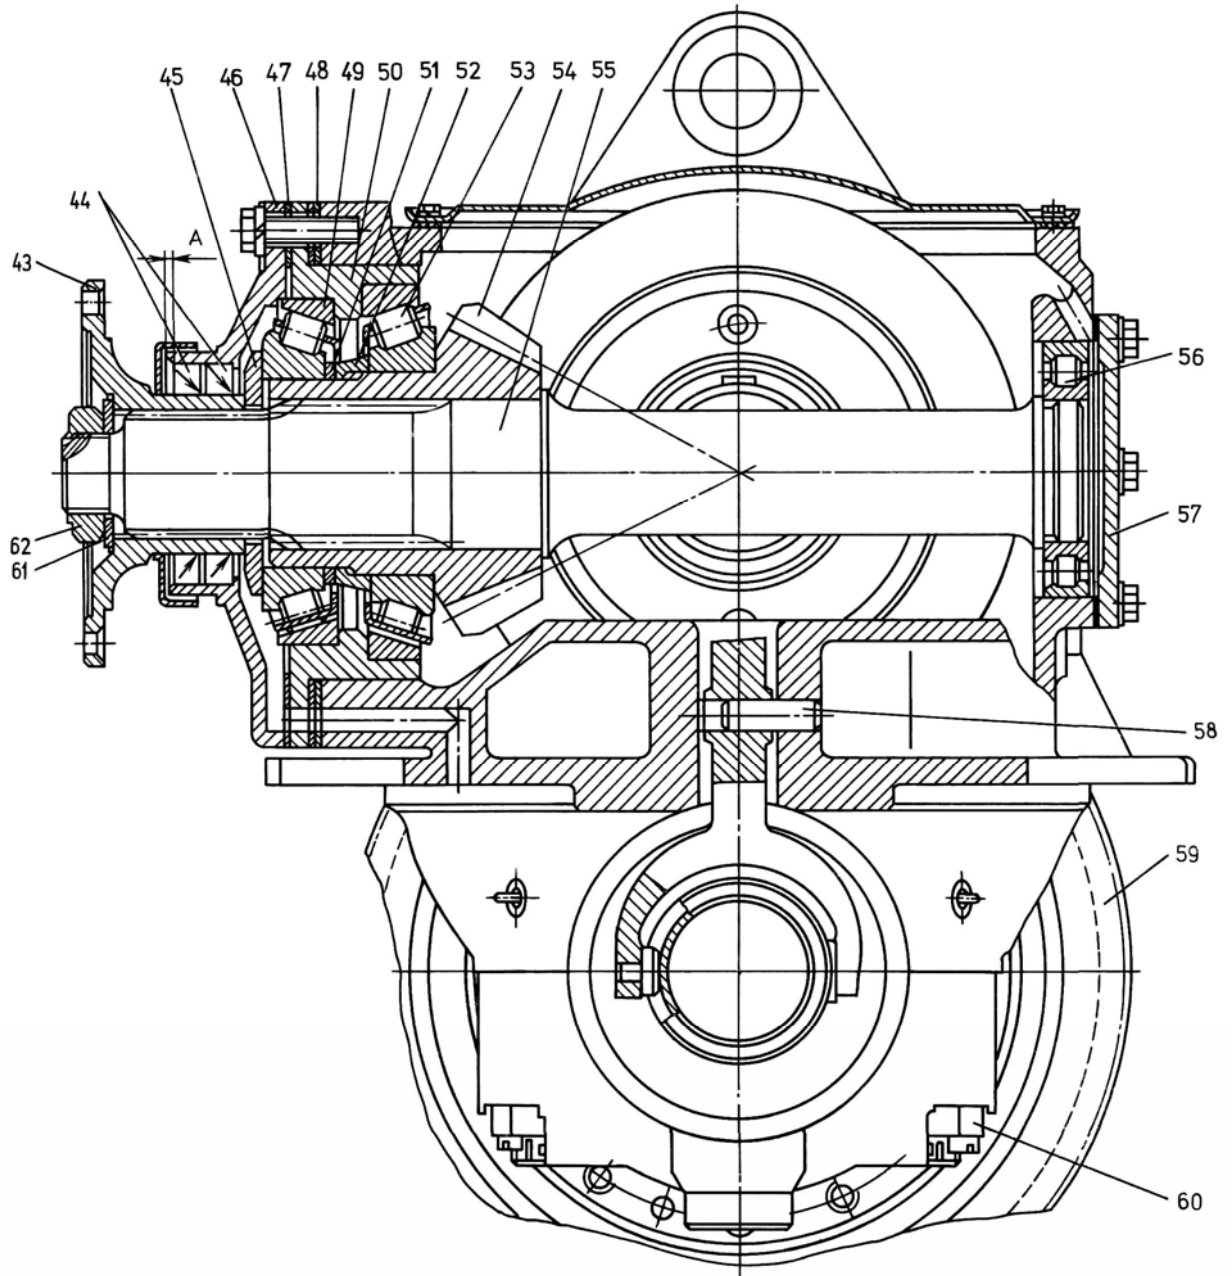
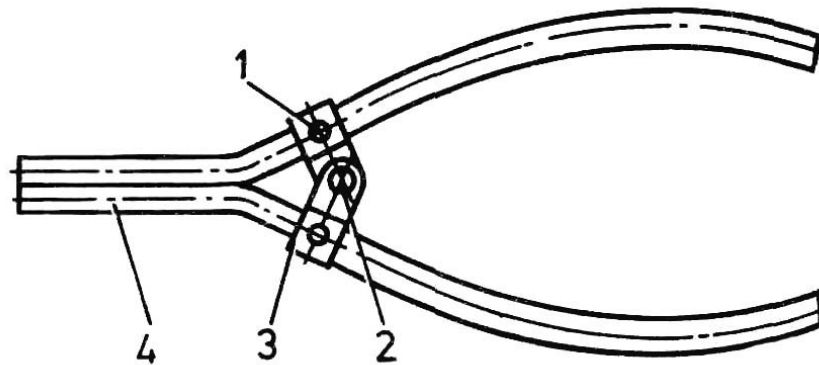

Рис.12. Редуктор главной передачи заднего моста:
Рис.13. Съемник для снятия стопорного кольца с втулки включения блокировки дифференциала:
1. Вывернуть из корпуса пневмокамеры блокировки дифференциала включатель 39 (рис.12) сигнализации, снять регулировочные прокладки 38.
18. Спрессовать с помощью съемника гнездо 7 (см. рис.12) правых подшипников в сборе с коническими подшипниками со ступицы ведущей цилиндрической шестерни 2. Спрессовать, используя оправку, из гнезда 7 конические подшипники 11.
2. Спрессовать с помощью съемника с вала 55 (см. рис.12) фланец 43 с отражателем. Снять крышку 46 в сборе с манжетами 44 и прокладку 47, выпрессовать (при необходимости) из крышки манжеты.
6. Выпрессовать с помощью съемника из картера 50 (см. рис.12) наружные обоймы роликовых подшипников 49 и 53.
2. Снять стопорное кольцо 29, используя съемник (рис.13), и вынуть из чашки дифференциала втулку 33 (см. рис.12) включения блокировки дифференциала и муфту 30.
3. Спрессовать с помощью съемника внутренние обоймы подшипников 24 (см. рис.12) с шеек чашек дифференциала.